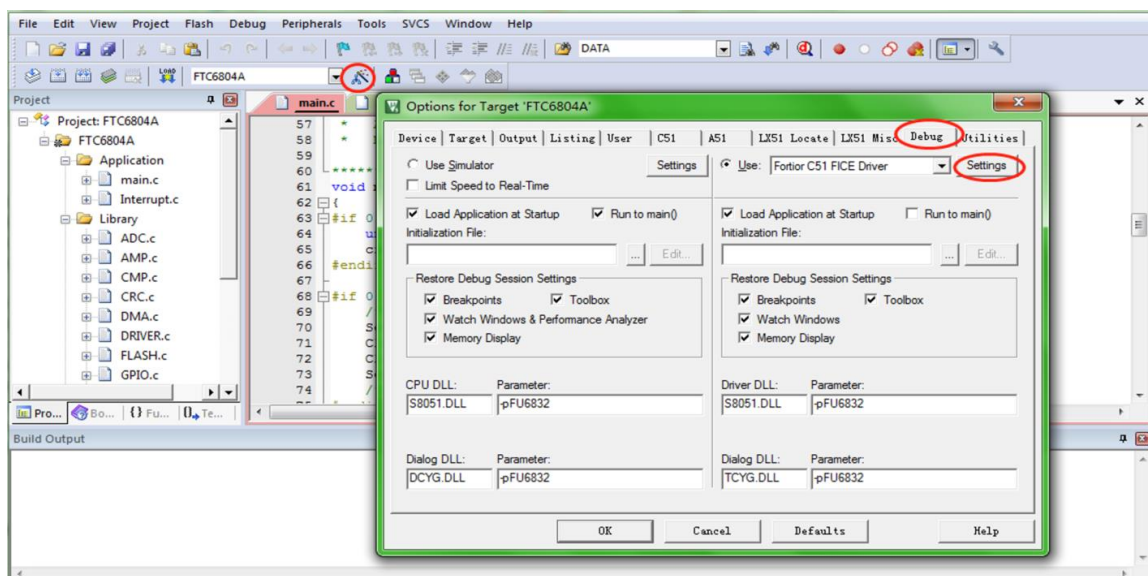

图 34-1 代码保护配置
1. 打开 8051 集成开发工具，编译前进入 **Target Options** 中并选择 **Debug** 选项卡，按照上图 34-1 所示进行选择，并点击 **Settings** 进入下一步设置；